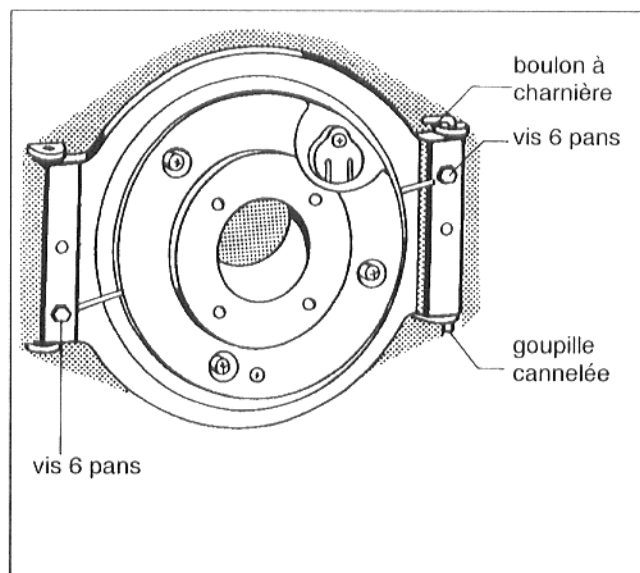

Fig. 26
- Ouvrir la porte et dévisser le boulon à charnière (Fig. 26).
- Déplacer la goupille cannelée du bas de la porte du brûleur de droite à gauche (Fig. 26).
- Fermer la porte brûleur et la visser à l'aide de vis 6 pans – couple de serrage de 10 à 15 Nm maximum (Fig. 26).